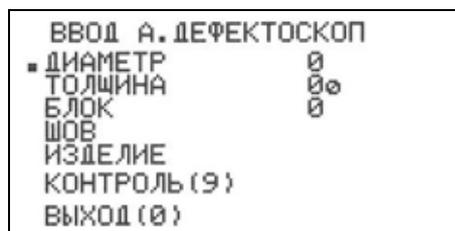
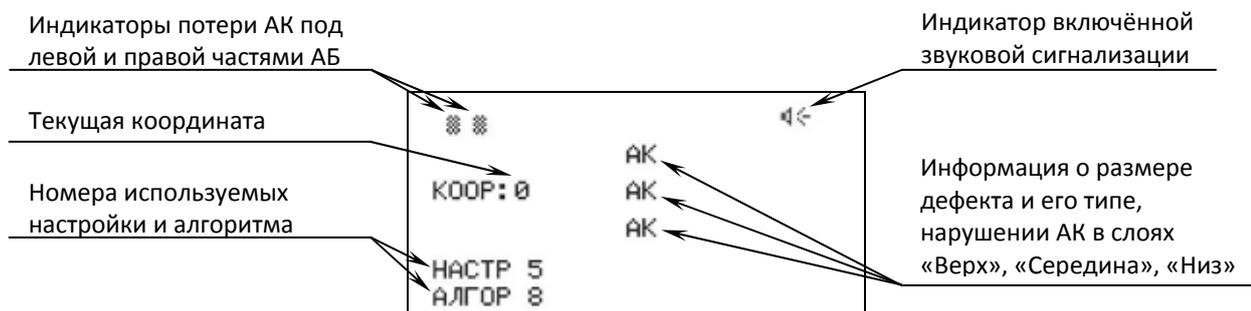

Рисунок 27 - Меню ввода параметров автоматизированного дефектоскопа.
Рисунок 29 - Экран дефектоскопа при включении режима автоматизированного контроля.
5.4.2.2 Для проведения автоматизированного УЗК необходимо нажать клавишу «0» в основном меню дефектоскопа (см. рисунок 19). На экране появится меню ввода параметров автоматизированного дефектоскопа (см. рисунок 27).
5.4.2.11 Для начала сканирования нажать клавишу «9» (см. рисунок 27). При этом на экране дефектоскопа отображается следующая информация (см. рисунок 29).
Светящийся зелёный светодиод сигнализирует о наличии АК. При нарушении АК или его значительном уменьшении зелёный светодиод выключается, на экране дефектоскопа включаются индикаторы потери АК, указывающие под какой частью АБ произошло нарушение контакта, а в центре экрана появляется индикация «АК» (см. рисунок 29).